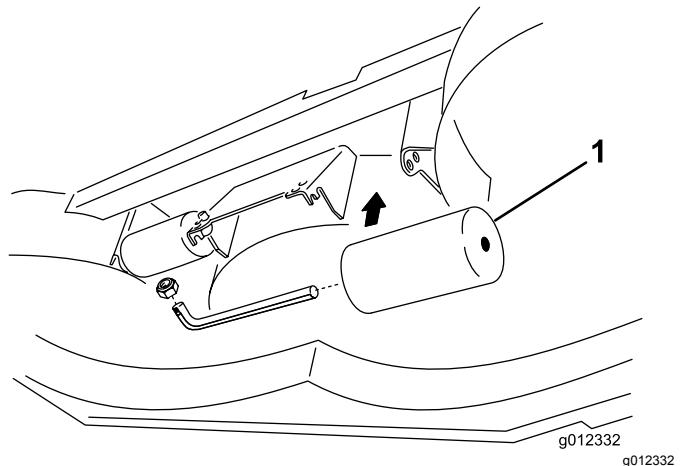

Figura 11
4. Per regolare i rulli posteriori (interni), fate riferimento alla Figura 11.